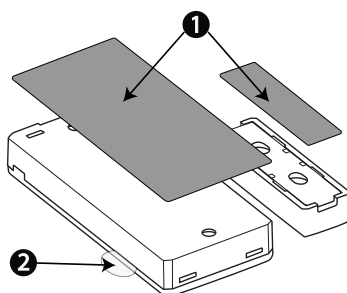

Abbildung 2: Quick installation
1. Ziehen Sie die Trennpapiere von den beiden Streifen des doppelseitigen Klebandes ab und befestigen Sie sie auf der Rückseite des Gerätes und des Magneten. Siehe Abbildung 2.